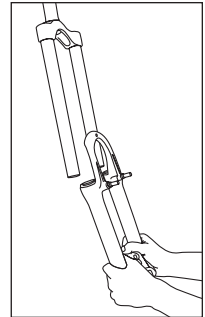

Fig. 7
7. Faites sortir l'ensemble de tube inférieur monocoque en le faisant glisser (voir Fig. 7), de l'huile continuera de couler des tubes supérieurs. Retirez les gaines de fourche des fourches Judy C, XC ou XLC.